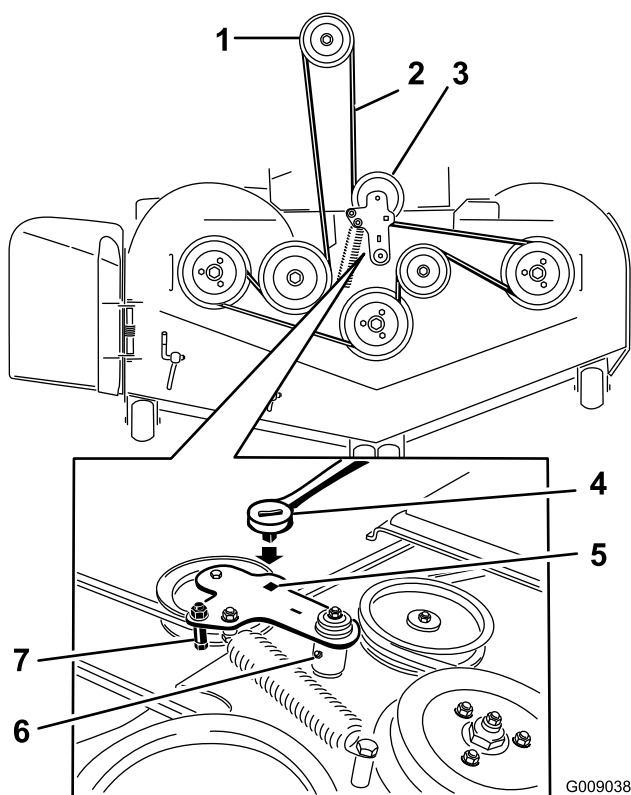

Figura 106
5. Eleve o painel do chão e insira um roquete no furo quadrado na polia intermédia (Figura 106).
6. Rode o centro polia no sentido contrário ao dos ponteiros do relógio e retire a correia do cortador (Figura 106).